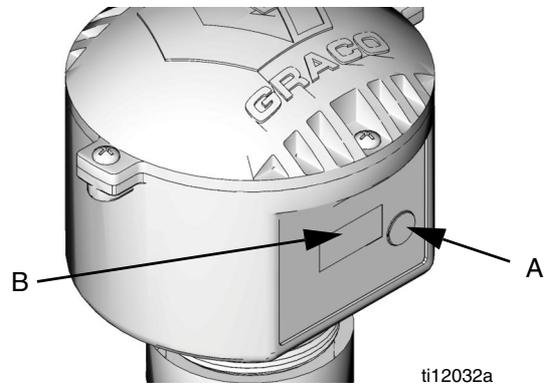

FIG. 4
2. Appuyez et maintenez le bouton Afficher (A, FIG. 4) jusqu'à ce que l'écran (B) affiche : « Mode Enregistrer ».
Voir FIG. 4 pour afficher des messages que vous verrez en mode d'enregistrement.